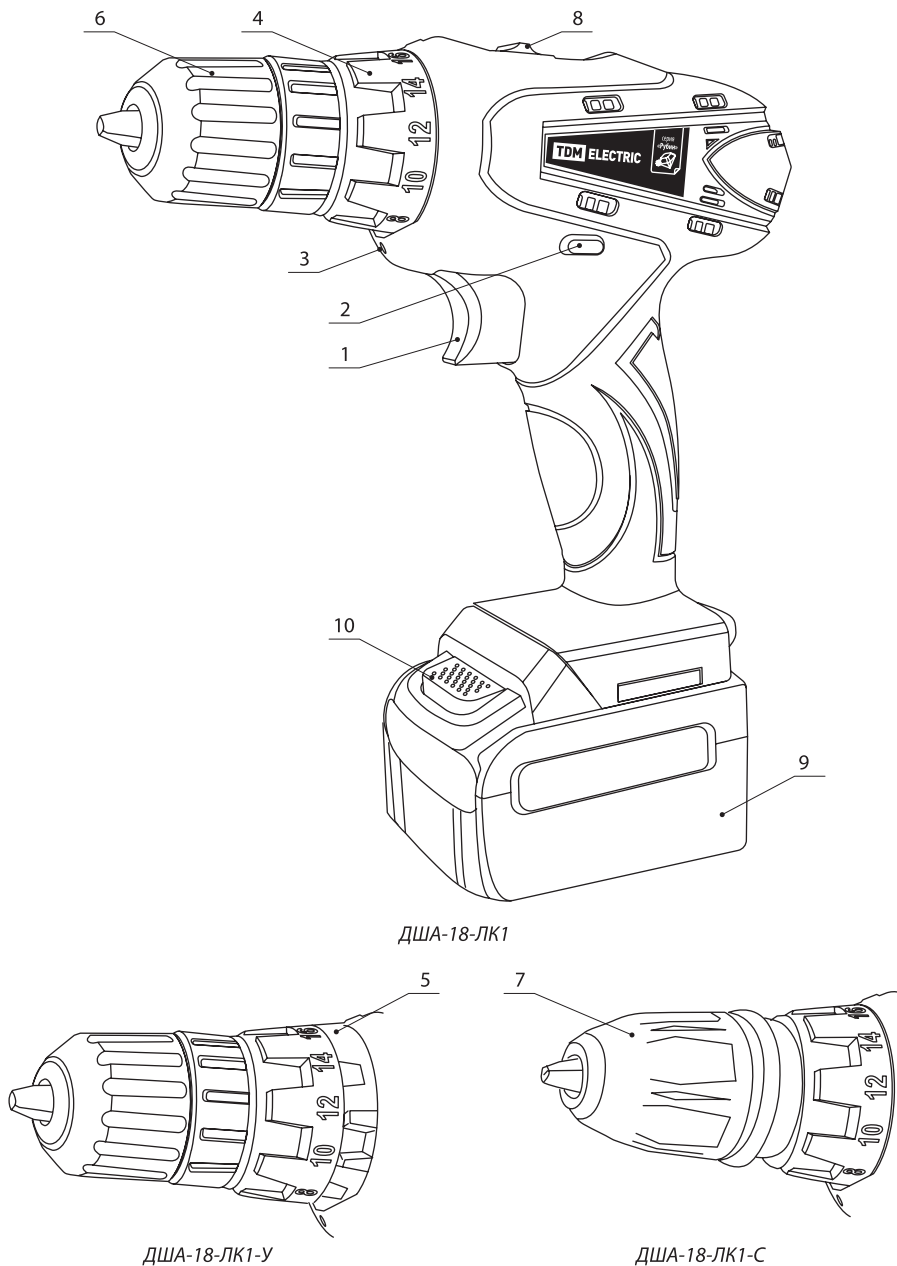

Рисунок 1. Внешний вид и элементы управления
- переключателем направления вращения (2) (здесь и далее см. рисунок 1) установите правостороннее вращение;
- установите кольцо регулировки момента (4) в положение для сверления (условное изображение сверла).